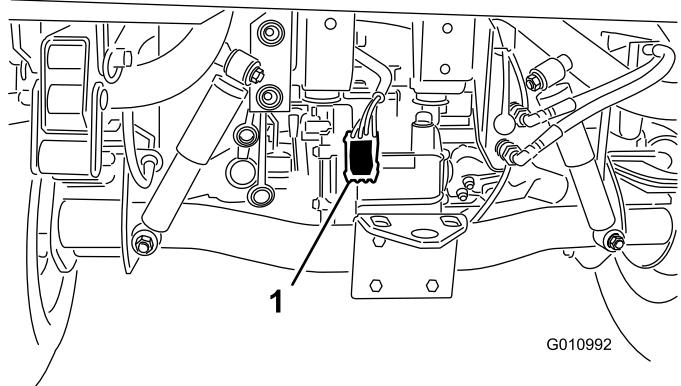

Figura 8
5. Collocate il cablaggio preassemblato vicino al cablaggio principale del veicolo sulla parte posteriore del veicolo (Figura 8).